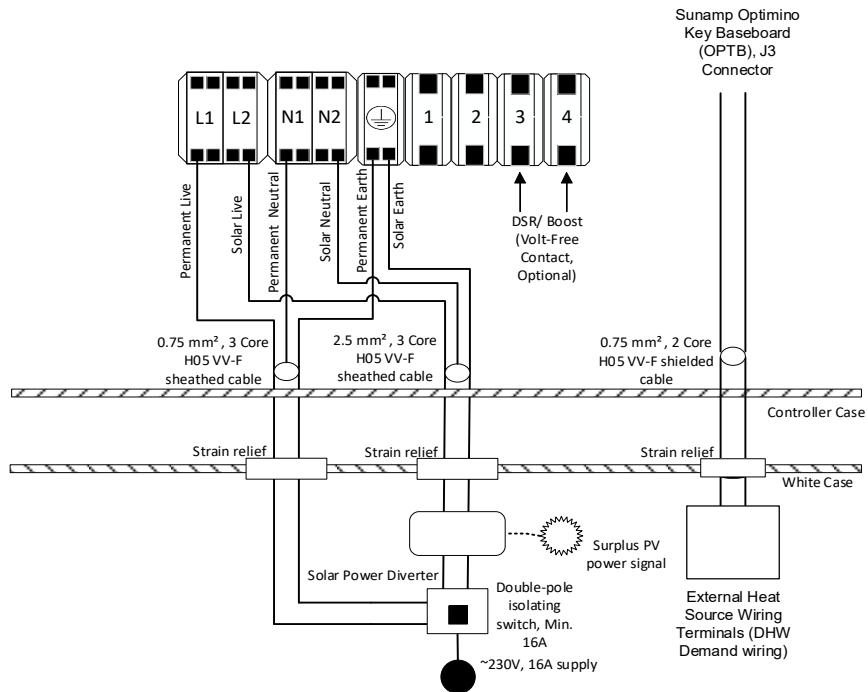

Abbildung 11 – Verkabelung der Thermino xPlus Wärmebatterie mit
- Mit Solarenergie-Umschaltung folgen Sie Abschnitt 6.4.2, Abbildung 11
Stellen Sie sicher, dass Leitungen 1 und 2 entfernt sind (siehe Abbildung 11) und dass der Ausgang des Leistungsreglers modulierender Wechselstrom ist.